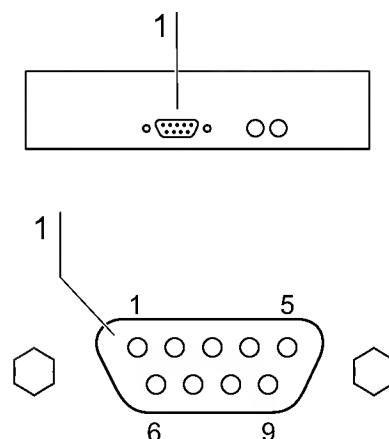

Fig. 13
2. **Fig. 13:** Inserire il connettore del cavo dell'interfaccia seriale (non in dotazione) nella presa [1] dell'interfaccia di alimentazione dell'apparecchio sul lato posteriore dell'apparecchio. Parte frontale dell'apparecchiatura sul quadro di comando.